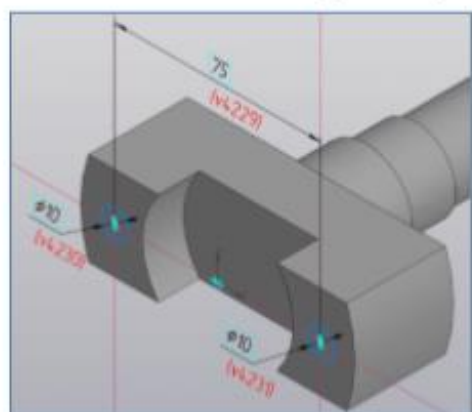
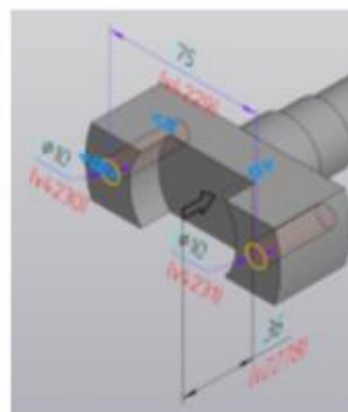

Рис. 120
Рис. 121
- 14) Далее выполните эскиз будущих отверстий (рис. 120) и сами отверстия операциями **Вырезать выдавливанием** (рис. 121).